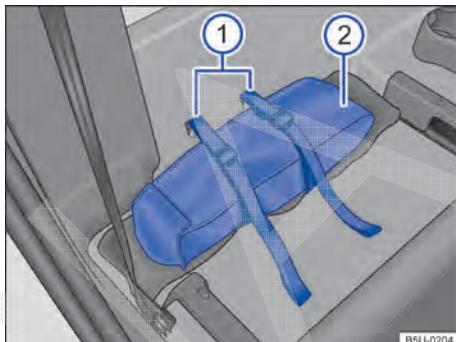

Fig. 188 Atrás do encosto do banco do passageiro: ② bolsa das ferramentas de bordo e ① cintas de fixação da bolsa das ferramentas de bordo.
- Posicionar a bolsa das ferramentas de bordo atrás do banco do passageiro, sobre o triângulo de segurança e através das cintas de fixação, conforme → Fig. 188.